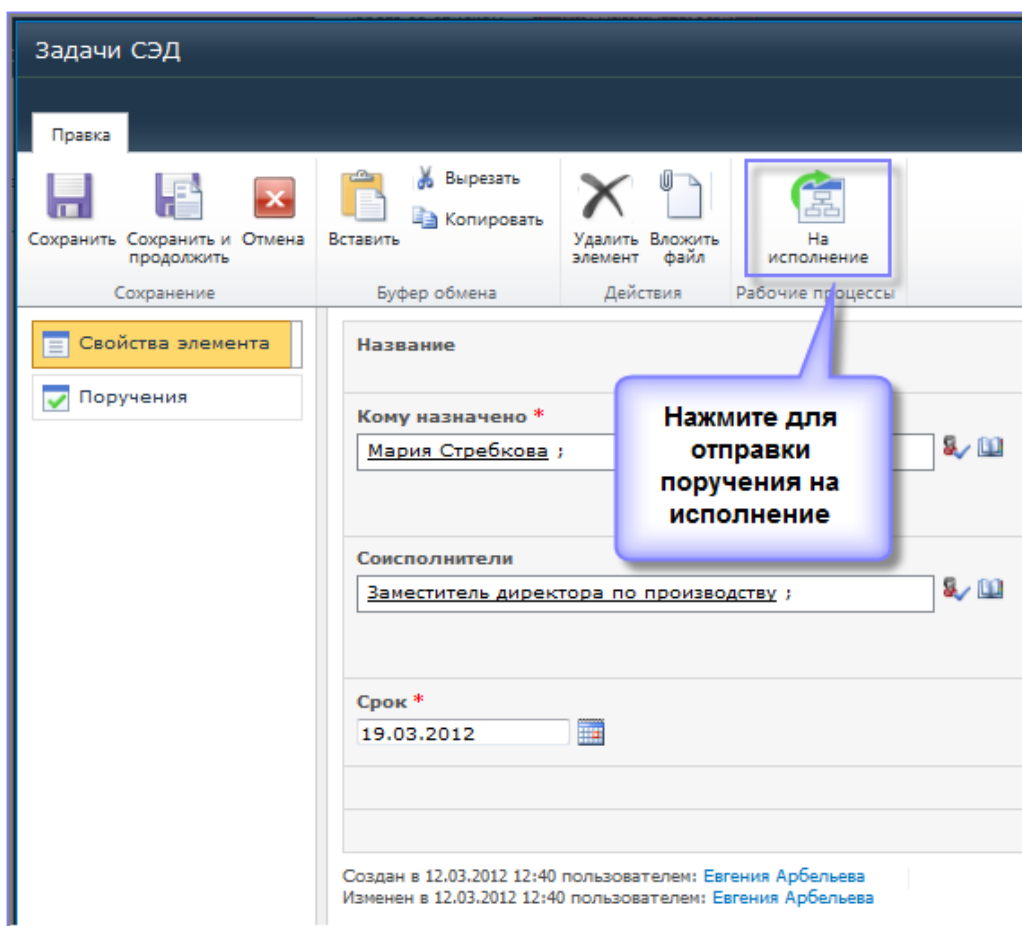

Рисунок 8. Отправка поручения на исполнение
4. Отправляет поручение на исполнение по кнопке «На исполнение» (Рисунок 8).